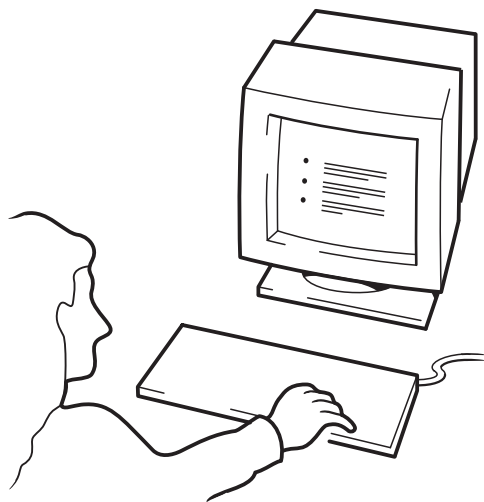

図 10c: HP OBDR の使用方法、
- 3 画面の指示に従ってオペレーティング・システムを設定します (図 10c を参照)。これらはバックアップ・ソフトウェアによって変化します。通常は、すべてのメッセージに対し、[Enter] を押してデフォルトの応答を受け入れることができます。